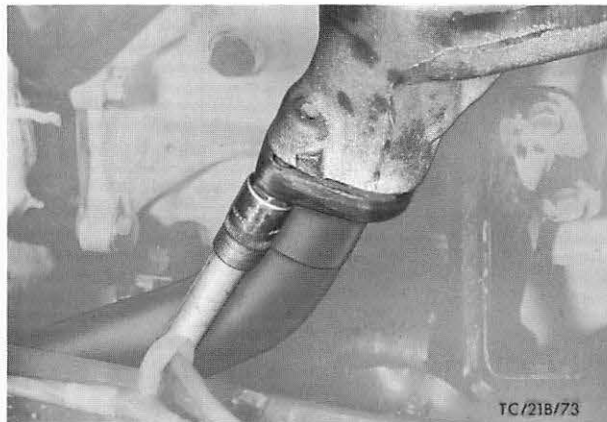

Abb. 200 Auspuffrohr montieren
14. Zündkerzen einschrauben, Zahnriemenschutzblech anschrauben und Auspuffrohr an Auspuffkrümmer montieren, Abb. 200.